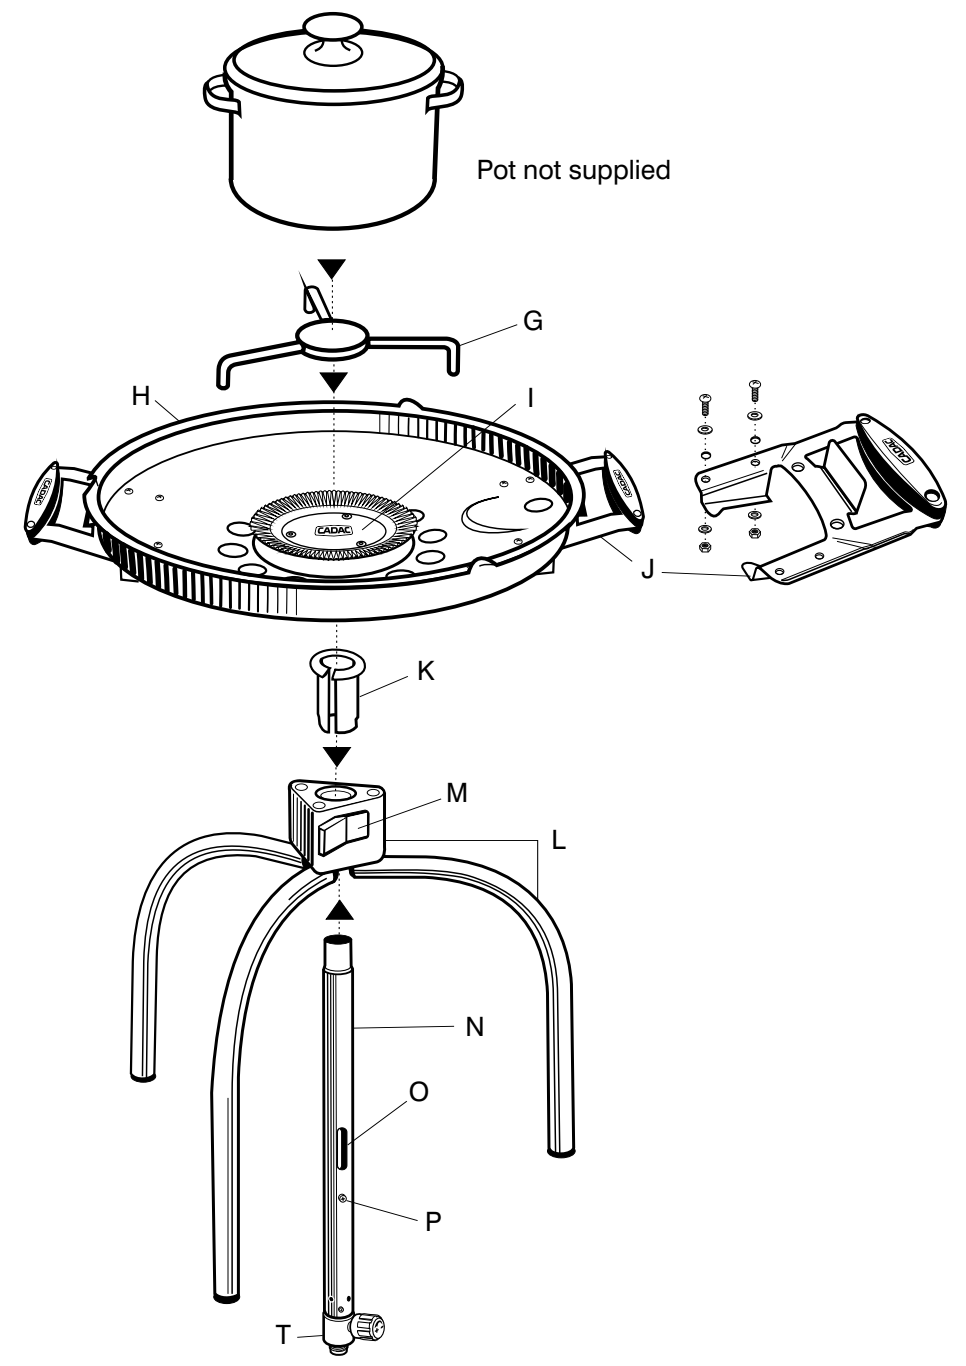

FIG 3
- Ga na of het ventiel (T) afgeschakeld is "OFF" door de knop (U) zover als mogelijk met de wijzers van de klok mee te draaien.
- Open de poten van de stabiliseringseenheid (L) zodat elke poot op zijn plaats klikt (Zie Fig. 3), ga na of de "camlock" hendel (M) in de open positie is.
- Schuif de stam (N) voorzichtig langs onder naar het midden van de stabiliseringseenheid. Duw de stam volledig door de stabiliseerkoker (K) zodat de stopschroef (P) op de stam door de opening in de koker past. Draai de stam zodat de stopschroef in de gleuf kan geschoven worden die in de koker werd voorzien. Draai nu de "camlock" hendel tot hij vergrendeld is.
- Monteer nu de brander pan (H) zodat op de rand van de stam rust.
- Wanneer men de gascilinder verwisselt, sluit men eerst het ventiel van de gascilinder (indien het gemonteerd is) en daarna het ventiel van het toestel (T), en wanneer de vlam gedoofd is kan men de regelaar losschroeven. Om een volle gascilinder te monteren moet men dezelfde voorzorgsmaatregelen treffen zoals hierboven vermeld staan.